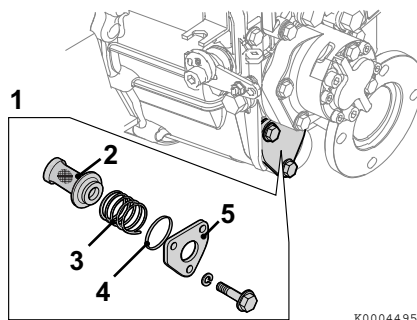

Figure 3
- Rimuovere il coperchio laterale (**Figure 3, (5)**) e rimuovere il filtro (**Figure 3, (2)**).
- Tenere in posizione il filtro con la molla elicoidale (**Figure 3, (3)**) e inserirlo nella scatola. Installare un nuovo O-ring (**Figure 3, (4)**) nel coperchio laterale.